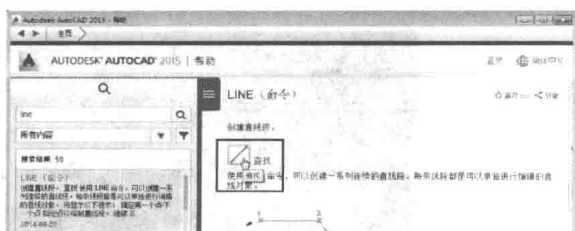

图 1-8 帮助的查找链接
- 2) 添加了新的方法可帮助查看所需要的工具, 只要单击按钮图标或查找链接, 就会显示动态显示的箭头, 将用户引导至功能区域的工具, 如图 1-8 所示。